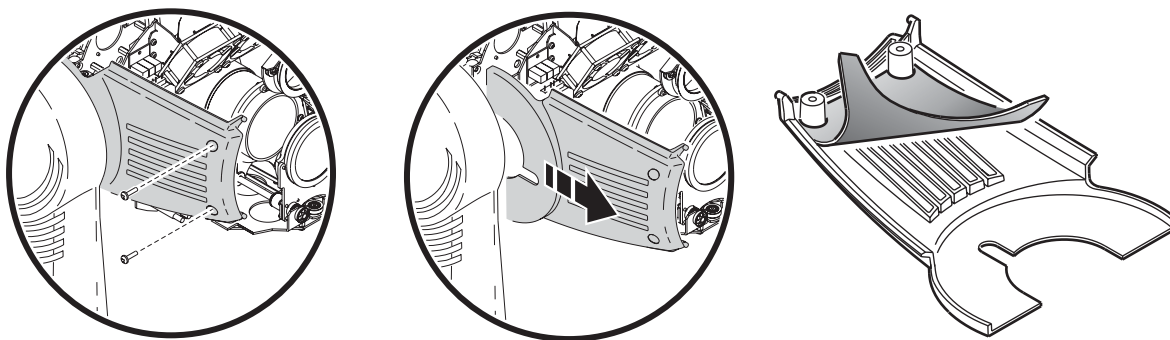

Bild 21: Austauschen der Luftfilter
6. Siehe Bild 21. Lösen Sie auf beiden Seiten des Kopfes beide Schrauben zur Befestigung der seitlichen Abdeckungen. Ziehen Sie die Abdeckungen nach vorne, um sie abzunehmen. Lösen Sie die Filterrahmen und inspizieren Sie die Luftfilter. Wenn die Filter verschmutzt sind, waschen Sie die Filter in warmer Seifenlauge aus und vollständig trocknen. Legen Sie die Filter in die Seitenabdeckungen und montieren Sie die Abdeckungen, siehe Bild 21.